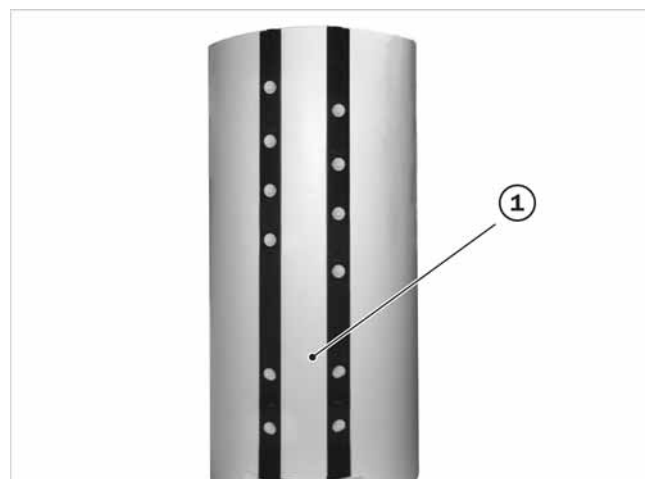

Fig. 6: Fechar o isolamento à frente
3. Colocar a peça de isolamento estreita entre as filas de ligações (ver → fig. 6 (1)).